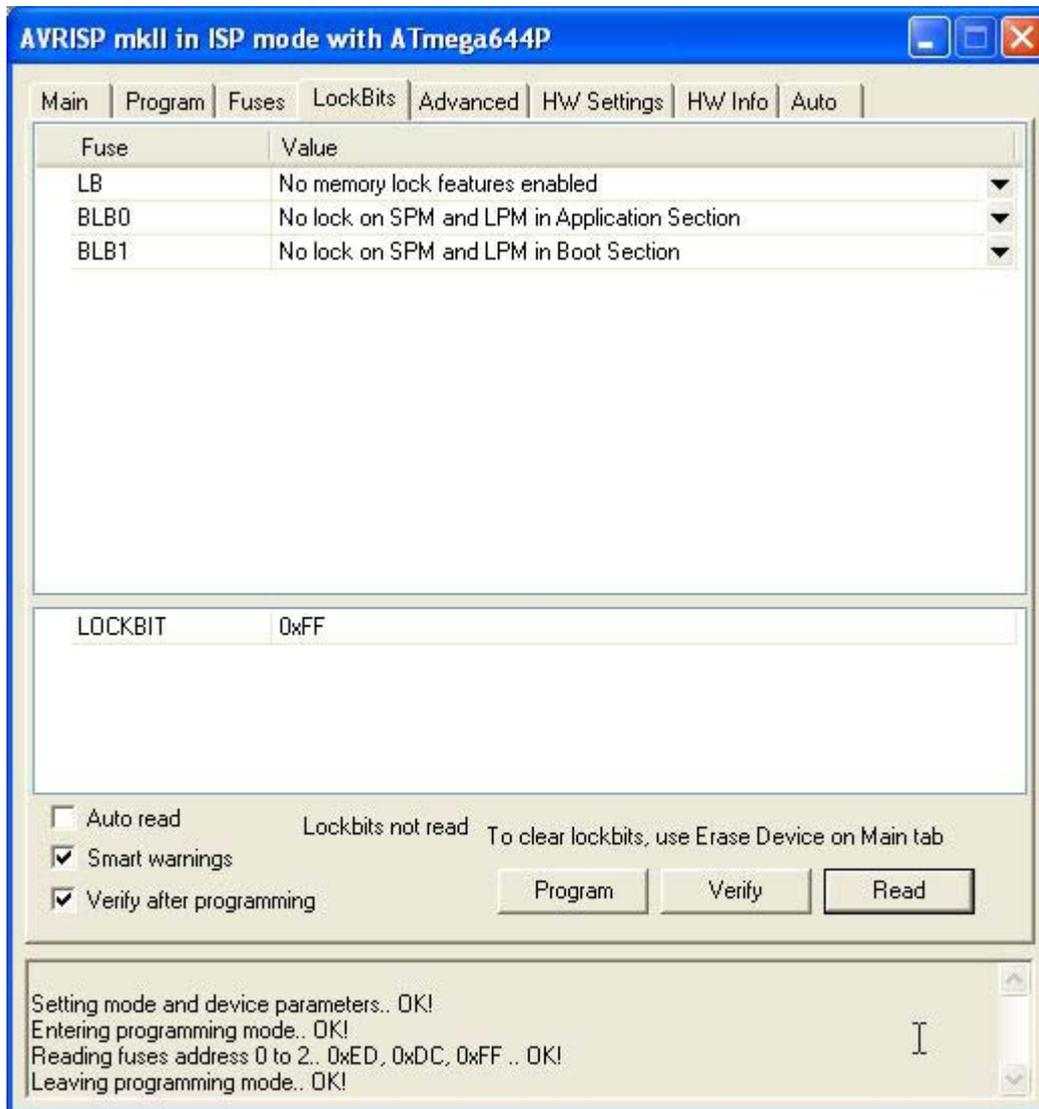

FIGURA D8: IMPOSTAZIONI AVR STUDIO PER AVRISP MK II (4 DI 4)
- 1) Nella sotto finestra *LockBits* impostare i bits di protezione a seconda delle esigenze dell'applicazione utente in termini di protezione. La figura D8 riporta una configurazione senza alcuna protezione, mentre quella fornita di base da **grifo**[®] protegge l'area della FLASH riservata per il Bootloader.
- m) Nella sotto finestra *LockBits* impostare i bits di protezione a seconda delle esigenze dell'applicazione utente in termini di protezione. La figura D8 riporta una configurazione senza alcuna protezione, mentre quella fornita di base da grifo® protegge l'area della FLASH riservata per il Bootloader.